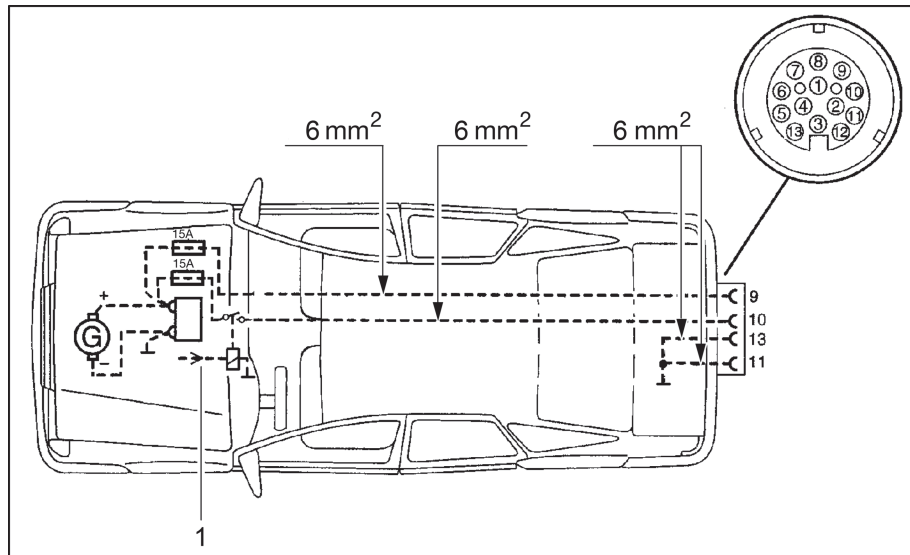

Fig. 95 Plano de instalación del vehículo tractor
- ▷ Equipar posteriormente el vehículo tractor con los cables de secciones correspondientes y un relé para la fuente de alimentación (controlado por el encendido) (ver Fig. 95).